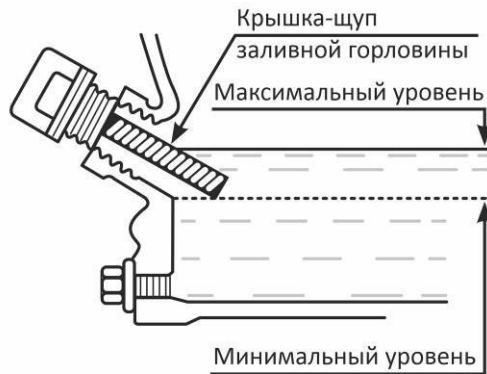

Рис. 7. Определение уровня масла в картере
1. Открутите и извлеките крышку-щуп маслосазливной горловины (Рис. 7).